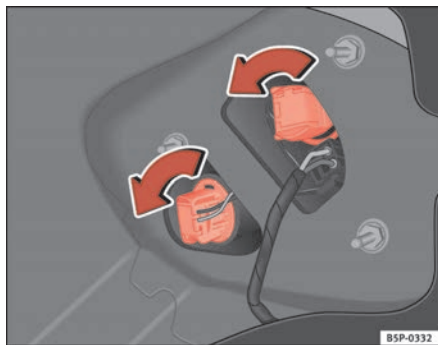

Fig. 189 Luces en la carrocería
- Gire el portalámparas hacia la izquierda ⇒ fig. 189.